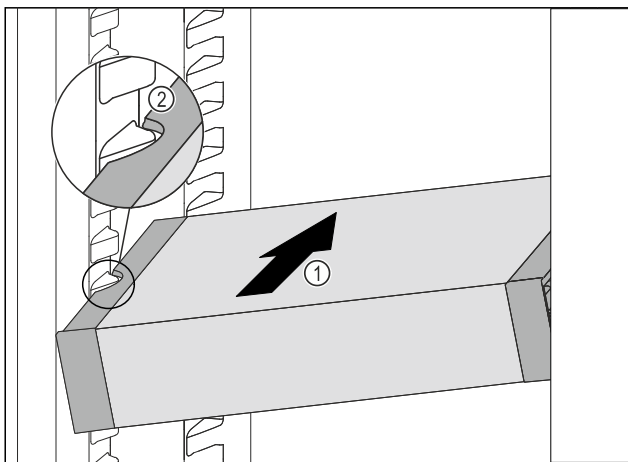

Fig. 63
- Inserire VarioSafe ad angolo nel vano frigorifero Fig. 63 (1) fino a quando le cavità laterali Fig. 63 (2) di VarioSafe non si trovano al livello della nervatura del contenitore nel vano frigorifero.